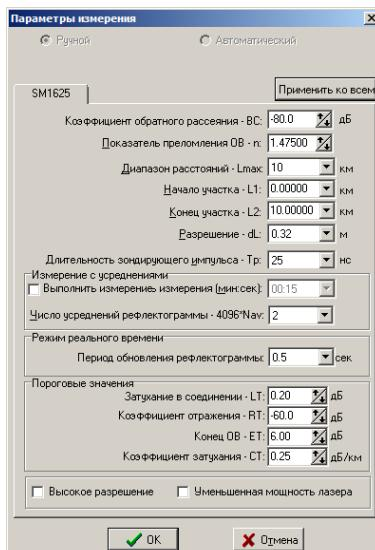

Рисунок 9-6. Параметры измерения
4. далее необходимо задать параметры измерения. Для этого нужно выбрать пункт меню **Измерение → Параметры измерения**, либо нажать кнопку на панели кнопок. После этого на экране появится окно, представленное на Рисунок 9-6, в котором необходимо установить численные значения соответствующих параметров (см. список в предыдущем разделе).